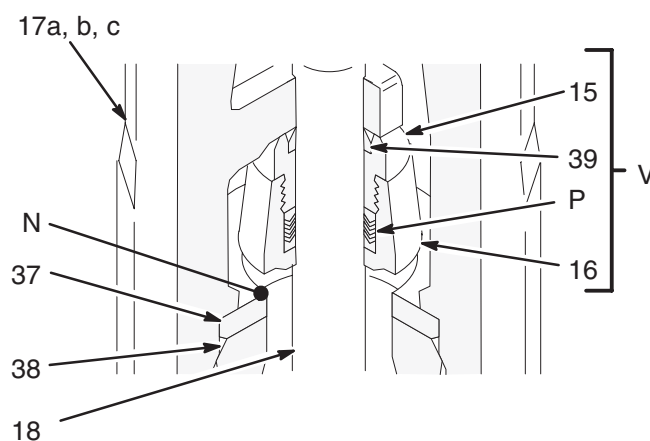

Fig. 7
5. Skruva loss intagsventilhuset (17) från cylindern (10). Dra av huset från pumpen. Intagsbackventilen (V, se Fig. 7) ska glida ner på matningskolvstången (18) när huset tas bort, knacka bestämt på husets (17) ovansida med en gummiklubba så att den lossnar om den inte glider med.
6. Dra ut intagsätet (37) och tätningen (38) ur underdelen av intagsventilhuset (17). Var försiktig så att du inte tappar backventilen (V) när den lossnar, och ställ den åt sidan. Se Fig. 7.
13. Spänn fast intagsventilhuset (16) i ett skruvstycke och skruva loss tätmuttern (15) om intagsventilhuset ska demonteras. Ta bort tätningen (39) från muttern och glander och tätningar (P) från ventilhuset. Kontrollera om ytorna (N) på intagsventilhuset (16) och sätet (37) är skadade eller slitna. Se Fig. 7 och 13.